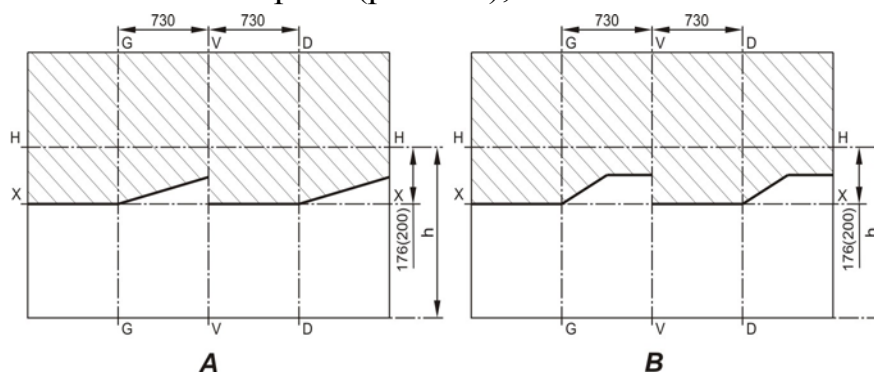

Рис. 8.6. Разметка экрана для регулировки фар:
- установить ненагруженный автомобиль на ровную горизонтальную площадку на расстоянии 10 м от экрана (рис. 8.6);
У отрегулированных фар горизонтальный участок светотеневой границы должен совместиться с линией X—X (рис. 8.6А, 8.6В), наклонные участки светотеневой границы должны соответствовать рис. 8.6А (с маркировкой на рассеивателе «AL») и рис. 8.6В (с маркировкой на рассеивателе «ОСВАР»), а точки пересечения горизонтального и наклонного участков светотеневой границы – с линиями G—G и D—D.